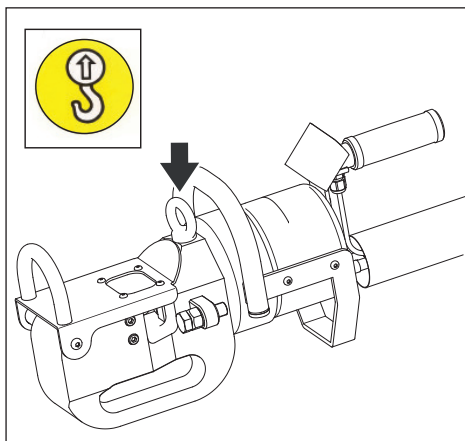

Figure 7, Point de levage de la cisaille
- Utilisez uniquement l'œillet de levage fourni si vous devez déplacer ou transporter la cisaille. Voir la figure 7. Utilisez un matériel de levage suffisamment puissant.